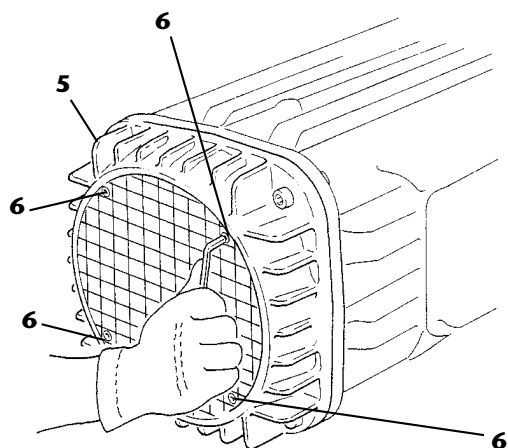

fig. 147
3. Operando in quota, rimuovere la griglia di protezione -4- posta sul coperchio freno del paranco -5- svitando completamente le quattro viti -6- (fig. 147).